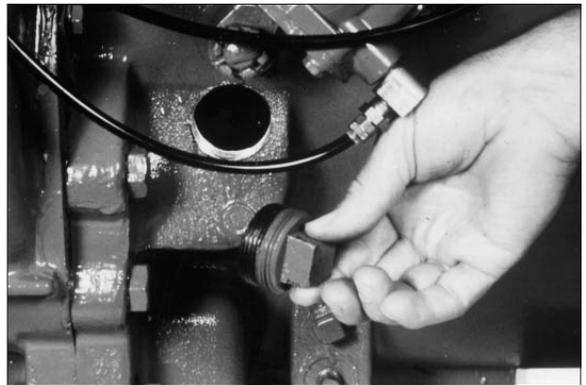

Fig. 22
1. Togliere il tappo di rabbocco della trasmissione e aggiungere l'olio consigliato fino al livello prescritto dal produttore della trasmissione o dell'automezzo (**fig. 22**).